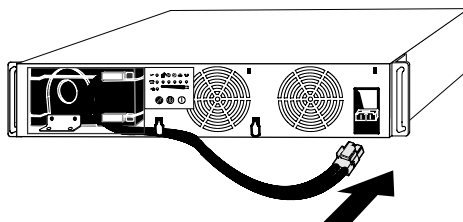

Figure 2. Connexion du Connecteur de Batterie Interne
3. Branchez le connecteur pour batteries internes (voir Figure 2).